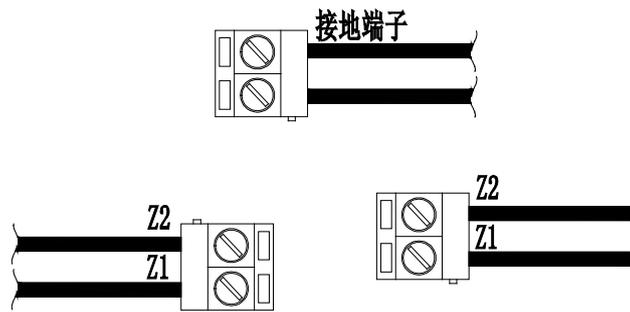

图3 接线端子示意图
4. 将电缆芯剥去外皮留出金属导线5mm，将电缆的金属线头与上盖内的接线端子相连接（见图3）。整理电缆，使位置长度适合，然后用扳手将对丝拧紧。